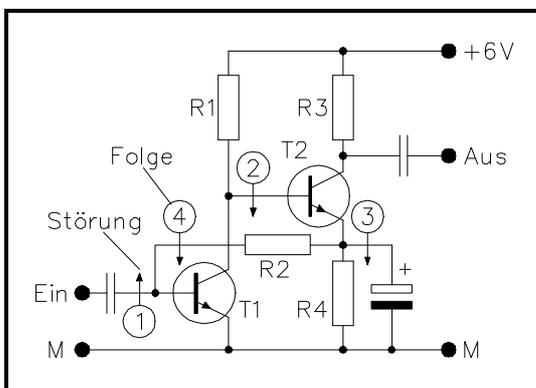

Abb. 3-2: Polarität der Gegenkopplung
Steigt in Abb. 3-2 durch eine Störung die Basisspannung (1) von T1 ein wenig an, so fließt ein höherer Kollektorstrom, der den Spannungsabfall an R1 vergrößert. Die Basisspannung von T2 (2) sinkt und damit auch die Spannung an dessen Emitter (3). Die niedrigere Spannung wird über R2